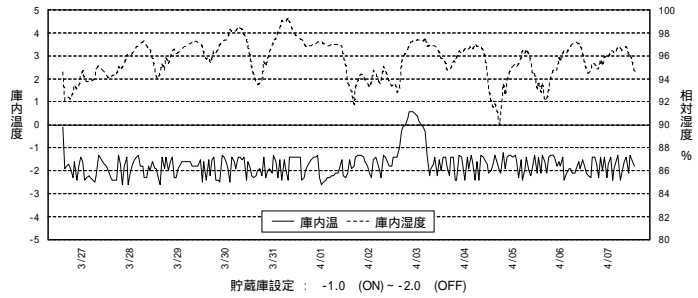

図2 利雪型簡易高湿予冷库内の温度及び湿度推移
(1) 強制通風式予冷库では40～80%程度の範囲で湿度が変動するのに対して、冬季の冰雪をプラスチックコンテナに圧縮詰込し、簡易予冷库内に積載すること(以下、冰雪積載)により、予冷库内の相対湿度を90%以上(平均95%以上)に保つことができ、かつ庫内温度安定化にも効果がある(図2、表2)。